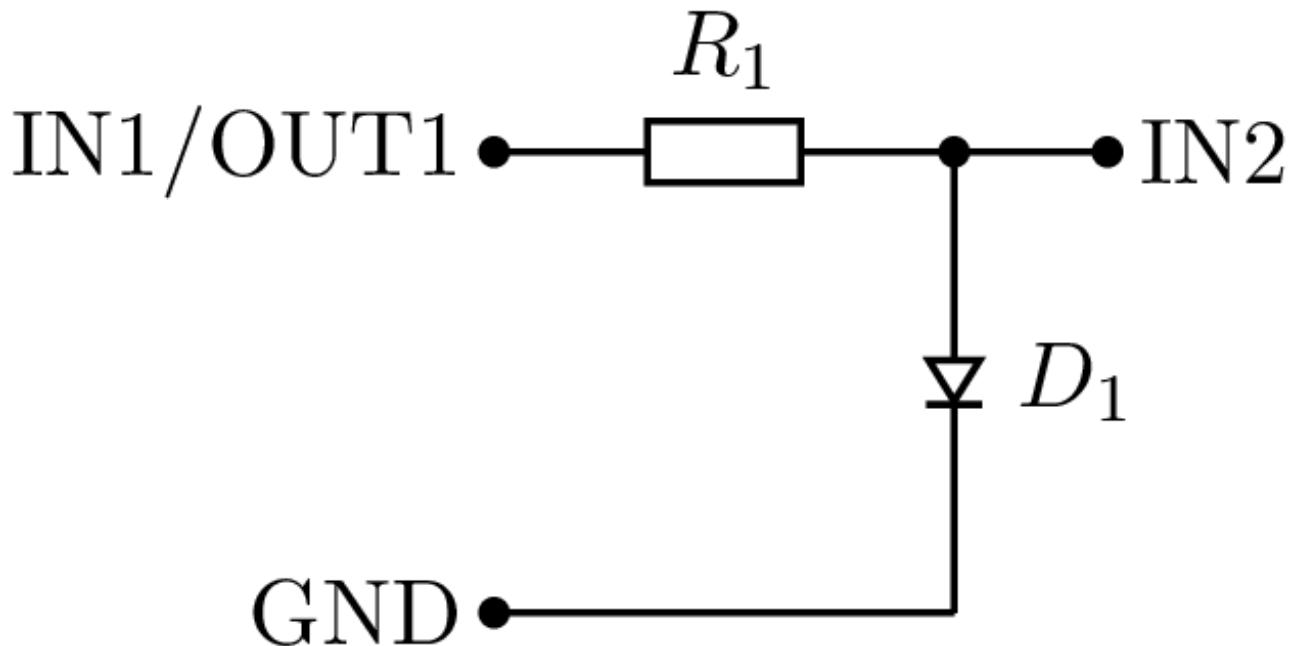

Abbildung 5.2.: Anschlussplan für Dioden IV-Kurven
Die Strom- und Spannungseigenschaften der pn-Übergangsdiode können mit dem STEMlab und den in Abbildung 5.2 dargestellten Anschlüssen gemessen werden. Richten Sie die Steckplatine mit dem Generator OUT1-Kanalausgang an einem Ende des Widerstandes ein. Das andere Ende des Widerstandes ist mit einem Ende der zu messenden Diode verbunden, wie im Diagramm dargestellt. Die Eingangskanäle IN1 und IN2 sind ebenfalls unterschiedlich angeschlossen, daher werden Diodenstrom und -spannung:
- Die Schaltung aus Abbildung 5.2 ist für Sie auf einer Platine aufgebaut und wird via SMA-Verbinder an das STEMlab angeschlossen.